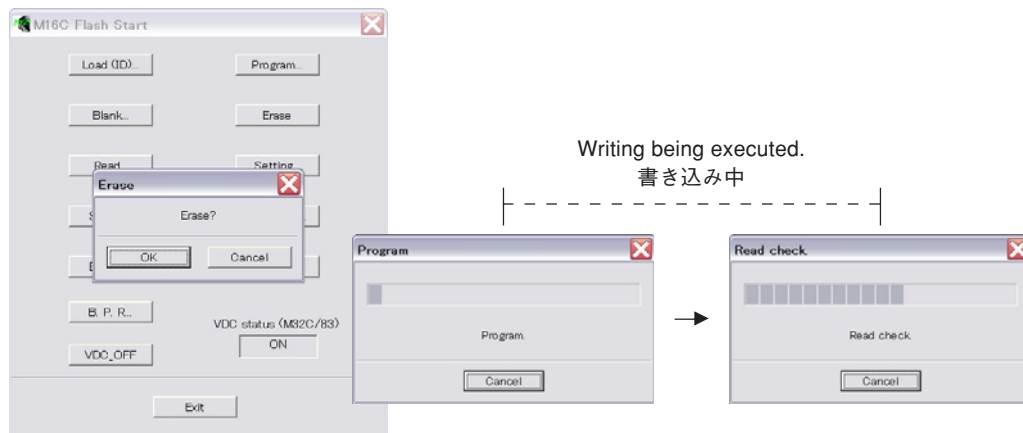

Fig. 5
8. Click [E.P.R.], the "Erase" screen is displayed. (Fig. 5)
Click [OK] and start writing. (Fig. 5)
8. [E.P.R.]をクリックすると、「Erase」が表示されます。(Fig. 5)
[OK]をクリックし、書き込みを開始します。(Fig. 5)